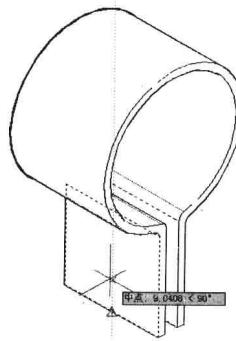

图 8-3-22
- (6) 捕捉虚线轮廓底边的中点，向移动光标，显示出对象追踪虚线，如图 8-3-22 所示。